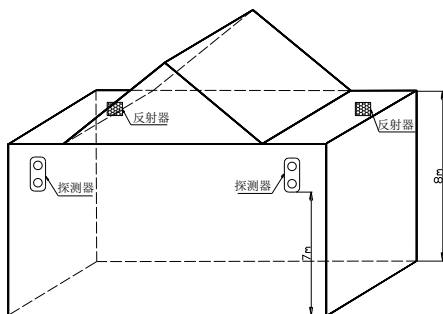

图 6 探测器和反射器安装示意图
c) 建筑物举架 $>8\text{m}$ 时，一般无天花板，多数是人字型结构，应将探测器和反射器安装在距地面 8m 左右的相对两墙墙壁上，但要保证探测器距安装位置处建筑物顶部的距离 $\geq 0.5\text{m}$ ，如图 6 所示。